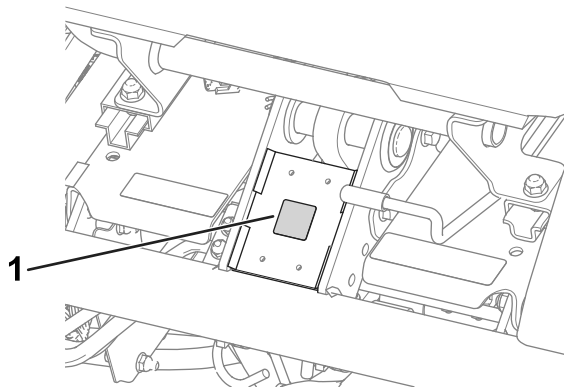

Figura 8
- Coloque o autocolante de conformidade CE debaixo da parte dianteira do banco (Figura 8).